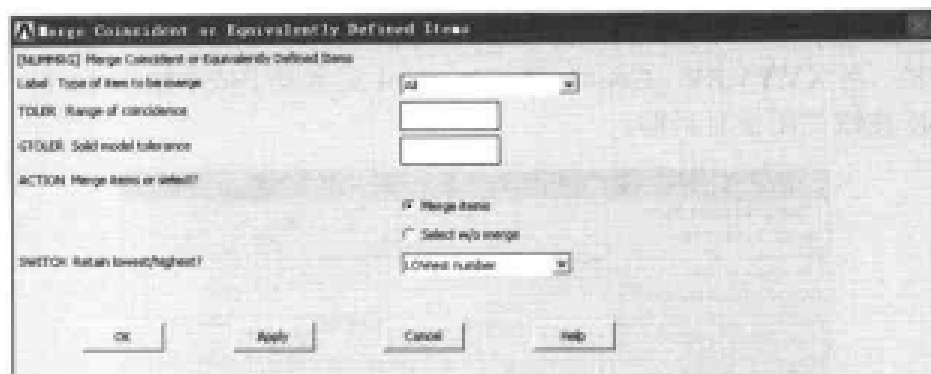

图 13-85 合并实体对话框
(21) 选择 Main Menu | Preprocessor | Meshing | Clear | Areas 命令, 出现 Clear Areas 菜单, 在文本框中输入 1, 2, 3, 单击 OK 按钮关闭该菜单。
(22) 选择 Main Menu | Preprocessor | Numbering Ctrl | Merge Items 命令, 出现 Merge Coincident or Equivalently Defined Items 对话框, 在 Label Item to be Merge 下拉列表框中选择 All 选项, 单击 OK 按钮关闭该对话框。
(23) 选择 Main Menu | Preprocessor | Numbering Ctrl | Compress Numbers 命令, 出现 Compress Numbers 对话框, 在 Label Item to be compressed 下拉列表框中选择 All 选项, 如图 13-85 所示, 单击 OK 按钮关闭该对话框。
(24) 选择 Utility Menu | Select | Everything 命令。
(25) 选择 Utility Menu | File | Save as 命令, 出现 Save Database 对话框, 在 Save Database to 文本框中输入 exercise41.db, 保存上述操作过程, 单击 OK 按钮关闭该对话框。